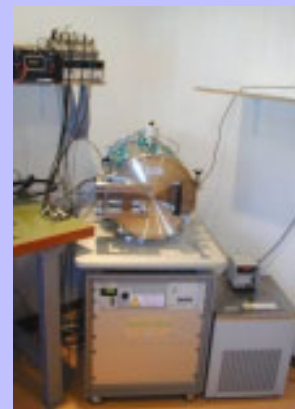

図4.1: (a) セドラット社研究室のレーザ干渉計テストベンチ (b)サーマル真空チャンバー
- ◆ Polytech社干渉計は、アクチュエータのメイン変位量、および寄生変位を高精度で測定することが出来ます。(図4.1.a)
- ◆ サーマル真空チャンバーは、熱的なふるまいの分析、そして真空中でのコロナ効果等の分析を可能にします。(図4.1.b)